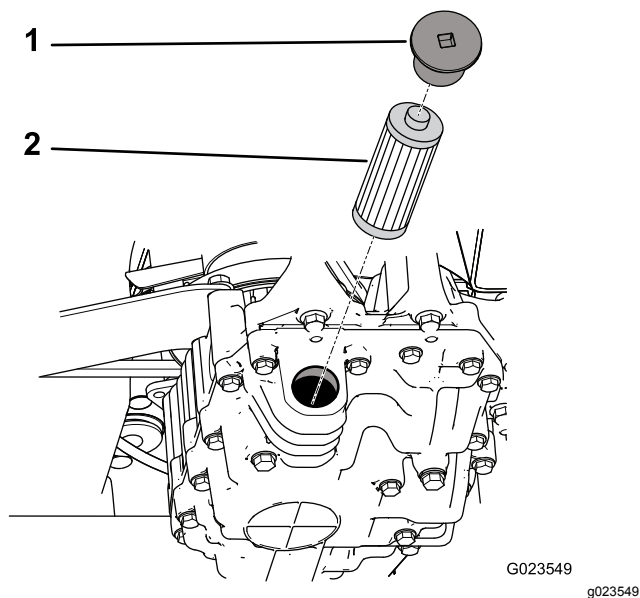

Figura 70
4. Retire el tapón del filtro, y retire el filtro de la transmisión (Figura 70).